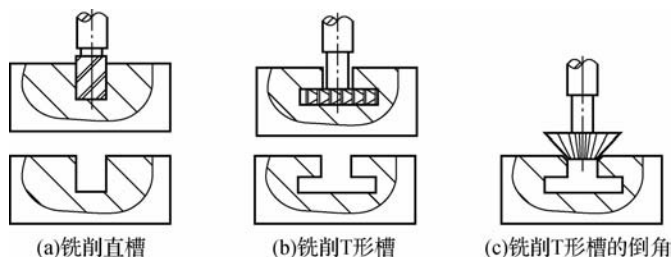

图 7-39 T形槽的铣削步骤
(1) 铣削直槽。如图 7-39(a)所示,根据零件图尺寸要求,注意此时所选择的立铣刀应为公称直径为 18 mm 的标准直柄立铣刀。
(2) 铣削 T 形槽。如图 7-39(b)所示,根据零件图尺寸要求,选择相应尺寸型号的标准直柄 T 形槽铣刀铣削槽底。
(3) 铣削 T 形槽的倒角。如图 7-39(c)所示,根据零件图尺寸要求,选择有足够外径的 45° 反燕尾槽铣刀进行槽口倒角的铣削。